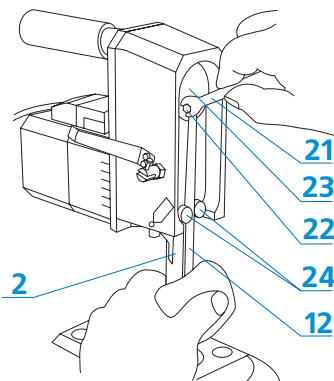

Рис. 10 - Вставка ножа
Внимание! Зажать нож (12) между двумя подшипниками (24) и прижать к стенке прорези в ноге (2), используя толстый слой ткани, как показано на рис. 10.
- придерживая нажатый нож, подкрутить винт (22) ключом 7 мм (21),
- повернуть несколько раз вал (23) с целью проверки правильного положения ножа (13) (см. рис.10),